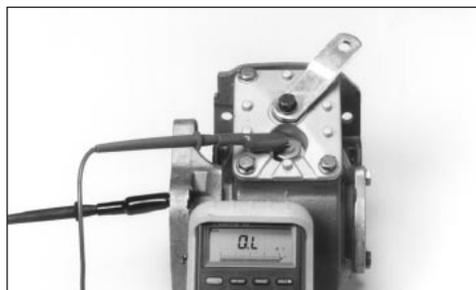

Fig. 23
1. Use un verificador de continuidad tipo batería, ya sea un medidor o luz. Conecte una (1) sonda en el tornillo del interruptor indicador 379639 o 379652.
2. Con la otra sonda, haga contacto con la cubierta de la palanca de cambios o con la carcasa (Fig. 23).